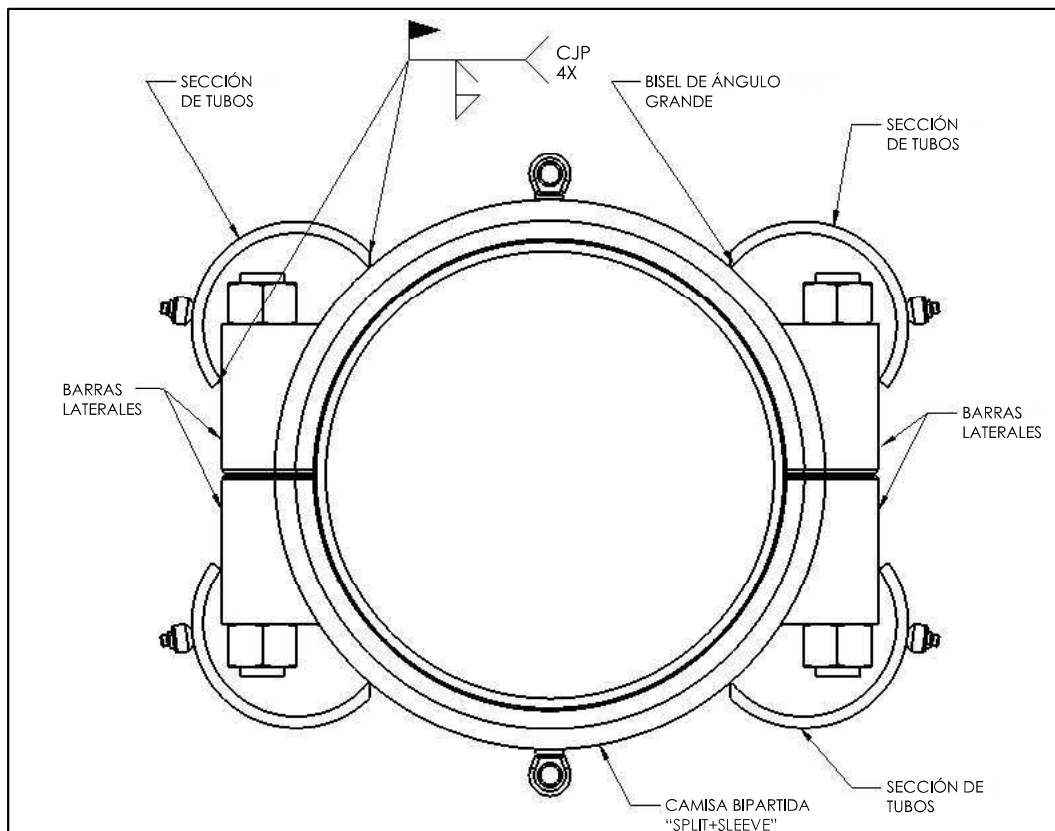

Figura 2
3. Las secciones de tubos deben instalarse de manera que el mayor de los dos biseles longitudinales de la sección de tubos de la cubierta de espárragos "PLIDCO Stud Bolt Enclosure" coincida con el diámetro exterior de la camisa bipartida "PLIDCO Split+Sleeve", tal como se muestra en la Figura 2. Al hacer esto, el más pequeño de los dos biseles longitudinales se acoplará contra la barra lateral del producto de reparación bipartido de PLIDCO.
4. Suelde las ocho costuras longitudinales a la camisa bipartida "Split+Sleeve" una vez que las secciones de tubos hayan encajado, tal como se muestra en la Figura 2.